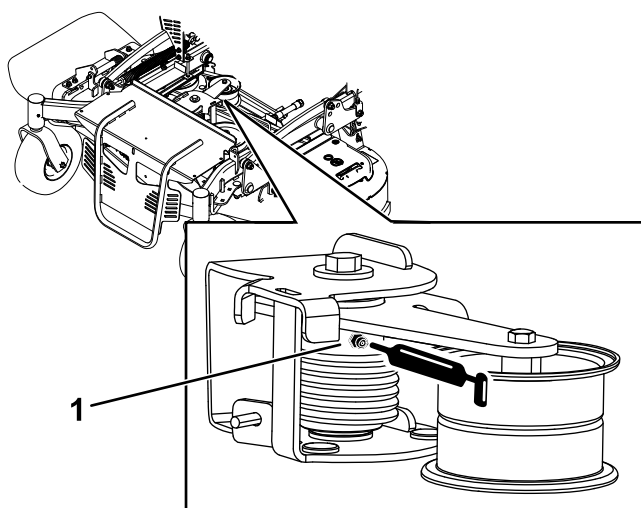

Figure 38
3. Graissez le ressort de torsion sur le plateau de coupe au moyen d'une graisse haute température, au niveau du graisseur montré à la Figure 38.